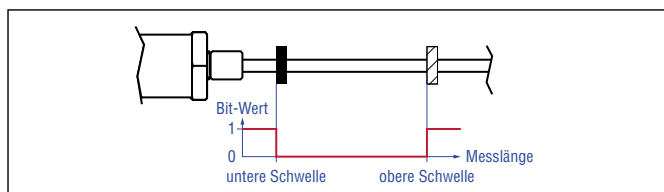

Abb. 107: Schaltpunkte bei der R-Serie V PROFINET mit Linear-Profil
- **Sensor status 2:** Dieses Modul zeigt das Überschreiten und das Unterschreiten einer oberen bzw. einer unteren Schwelle an. Die Schaltpunkte markieren den Beginn bzw. das Ende eines Arbeitsbereichs (work area) (Abb. 107). Entsprechend Abb. 108 wird der Status der Schaltpunkte über die Bits 0 und 1 dieses Moduls angezeigt. Das Auslesen dieser Statuswerte ist auf Seite 80 beschrieben.